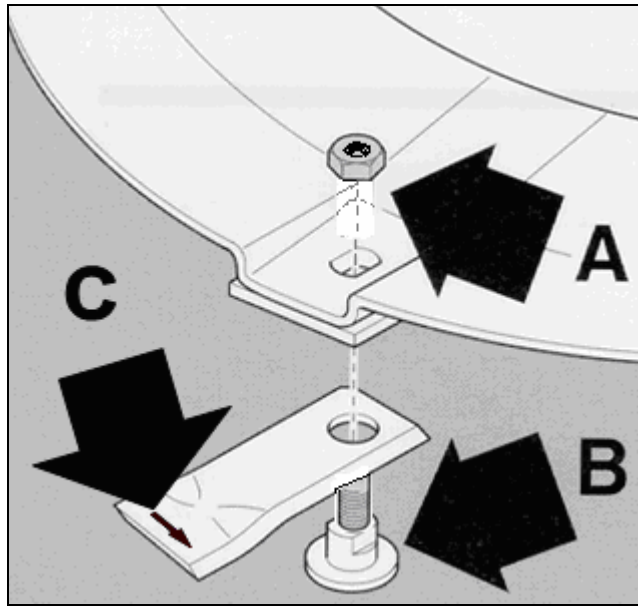

fig.13
Sostituzione coltelli con sistema a vite (fig.13)
- Assicurarsi che la freccia **C** (fig.13) corrisponda al senso di rotazione del disco.
Replacing knives with screw system (fig.13)
- Make sure that arrow **C** (fig.13) corresponds to the direction of rotation of the disk.
Remplacement des couteaux avec système à vis (fig.13)
- S'assurer que la flèche **C** (fig.13) corresponde au sens de rotation du disque.
Sustituir cuchillas con sistemas de tornillo (fig.13)
- Asegurarse de que la flecha **C** (fig.13) corresponde al sentido de rotación del disco.
Messer mit Schraubensystem auswechseln (Abb.13)
- Die Spezialschraube und ihre Aufnahme vor dem Wiedereinbau sorgfältig reinigen; daraufhin alles wieder einsetzen. • Sicherstellen, dass der Pfeil **C** (Abb.13) der Scheibendrehrichtung entspricht.
Sostituzione dei coltelli con sistema a cambio rapido (fig. 13/b).
Replacing the knives with the quick change system (fig. 13/b).
Remplacement des couteaux avec système de remplacement rapide (fig.13/b)
Sustitución de las cuchillas con un sistema de cambio rápido (fig.13/b).
Messer mit Schnellwechselsystem auswechseln (Abb. 13/b).
- Sicherstellen, dass der Pfeil **C** (Abb.13) der Scheibendrehrichtung entspricht.